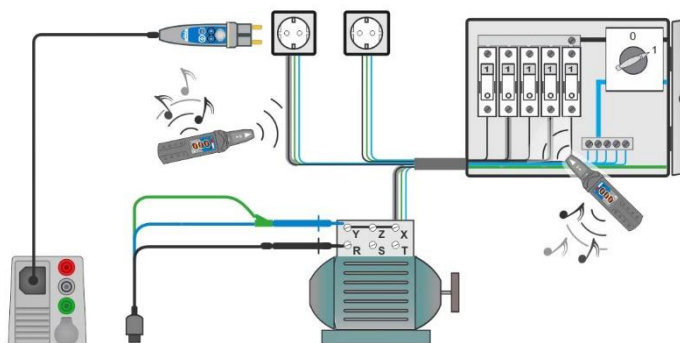

Abbildung 7.141: Aufspüren von Leitungen in Wänden und in Schränken
- › Schließen Sie den 3-Leiter Prüfadapter oder den Commander-Prüfstecker an den Prüfpunkten an, siehe **Abbildung 7.141** und **Abbildung 7.142**.